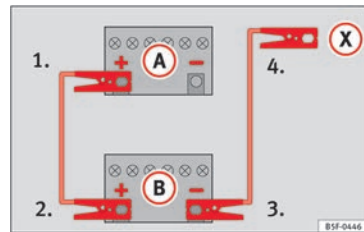

Fig. 76 Esquema de ligação para veículos sem sistema Start/Stop.
do veículo com a bateria descarregada (A) » Fig. 76.
3. Ligue a outra extremidade do cabo *vermelho* de emergência ao polo positivo (+) do veículo que fornece a corrente (B).
4. *Em veículos sem sistema Start-Stop:* ligar uma extremidade do cabo *preto* de emergência ao polo negativo (-) do veículo que fornece a corrente (B) » Fig. 76.